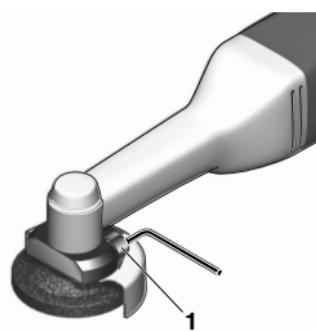

Fig. 3
1. Befestigungsschraube **1** (Fig. 3) lösen und Schutzhaut in die gewünschte Richtung verdréhen.